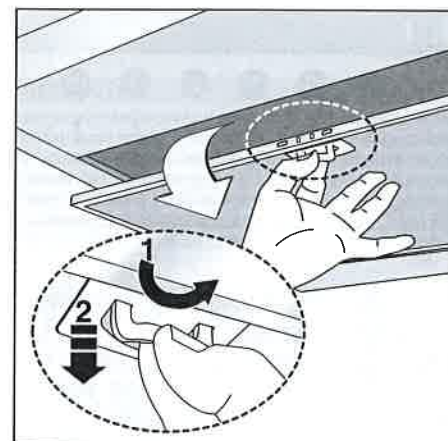

Fig.15
composto di due o più parti, la parte superiore deve essere all'esterno di quella inferiore. Non collegare lo scarico della cappa ad un condotto in cui circoli aria calda o utilizzato per evacuare fumi degli apparecchi alimentati da un'energia diversa da quella elettrica. Prima di procedere alle operazioni di montaggio, per una più facile manovrabilità dell'apparecchio disinserire i filtro/i antigrasso (Fig.15).
-Se il vostro apparecchio è dotato di camino decorativo inferiore che necessita di fissaggio al corpo cappa con le viti, rimuovere dalla cappa i filtri antigrasso agendo sulle apposite maniglie (Fig.15).